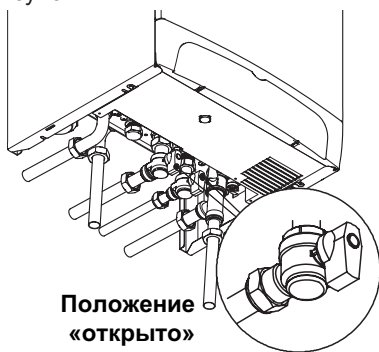

Рисунок 2.1
- Краны котла должны быть открыты, см. Рисунок 2.1.